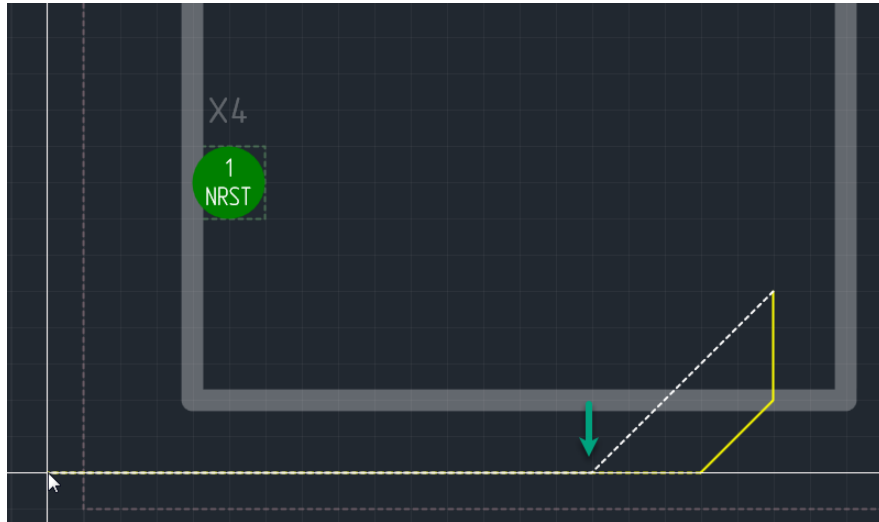

Рис. 308 Третья точка при создании границы области металлизации
6. Переместить курсор в следующую точку границы области металлизации. При этом начальная точка и текущая точки границы автоматически соединятся линией замыкающей построенный фрагмент, см. Рис. 308.